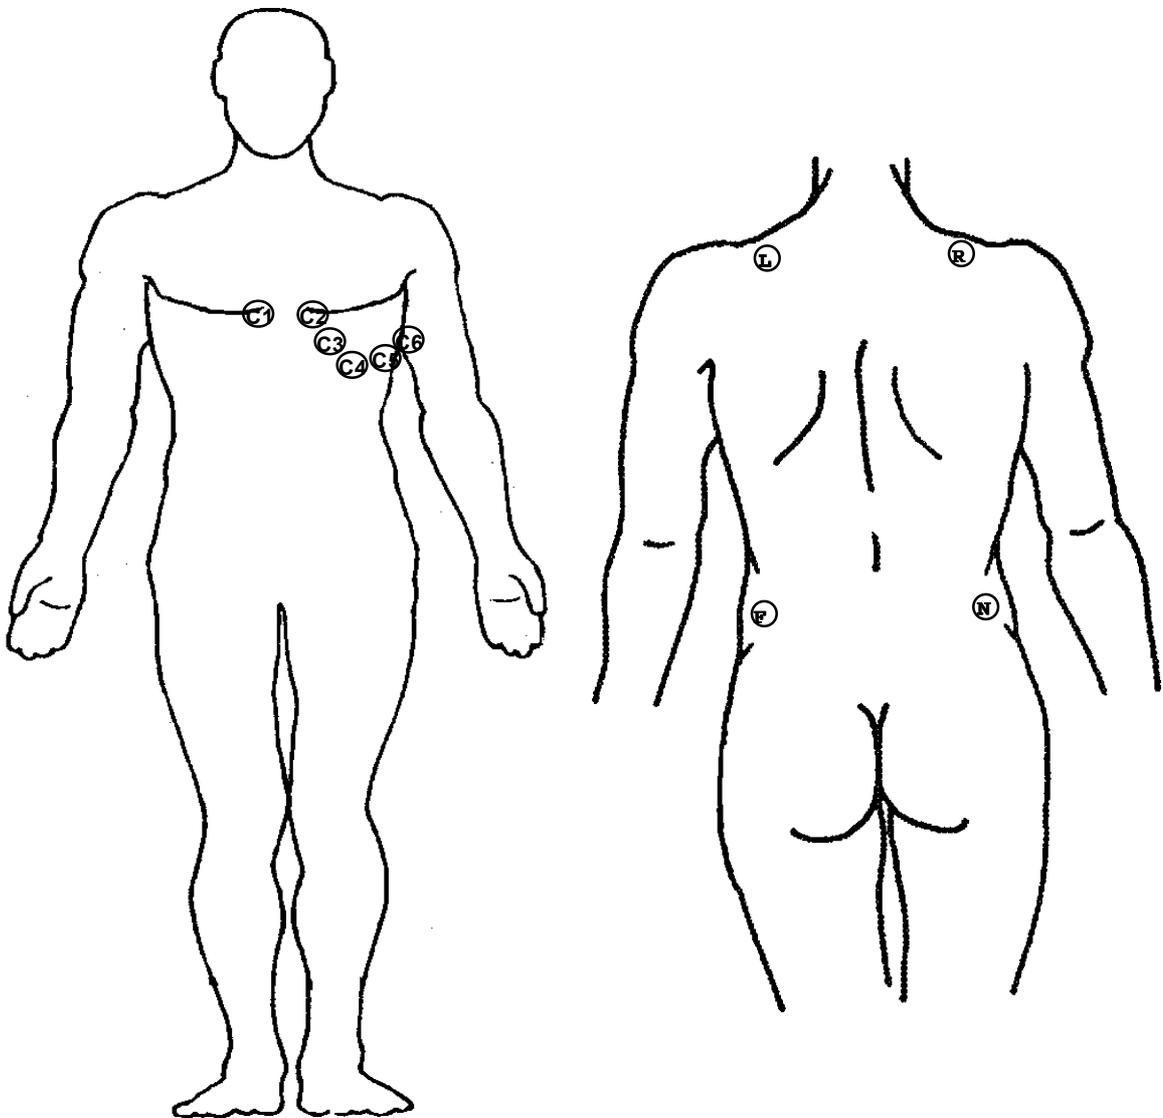

Abb. 40.1 : Elektrodenplatzierung
2. Adaptieren Sie die Elektroden wie in Bild 40.1 gezeigt.